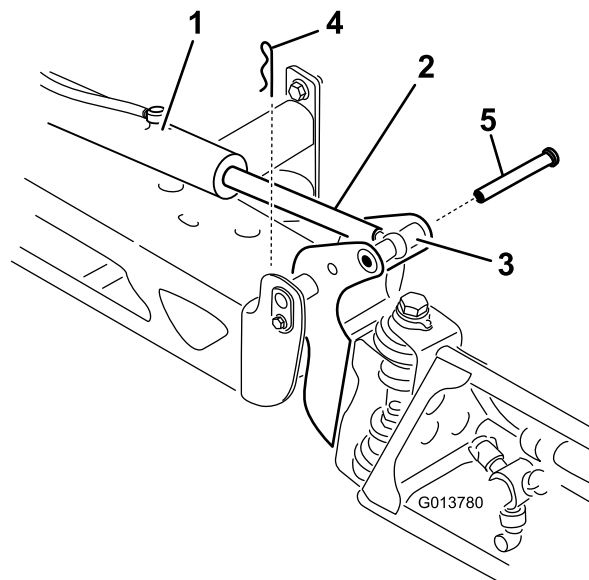

Figura 58
3. Eleve rampa e retire o pino (Figura 58) e lentamente baixe a rampa para o solo.
2. Retire o perno de gancho do pino de articulação (Figura 58).
- Enquanto segura na rampa, insira o pino através tanto da articulação da rampa como da barra do acionador (Figura 58).